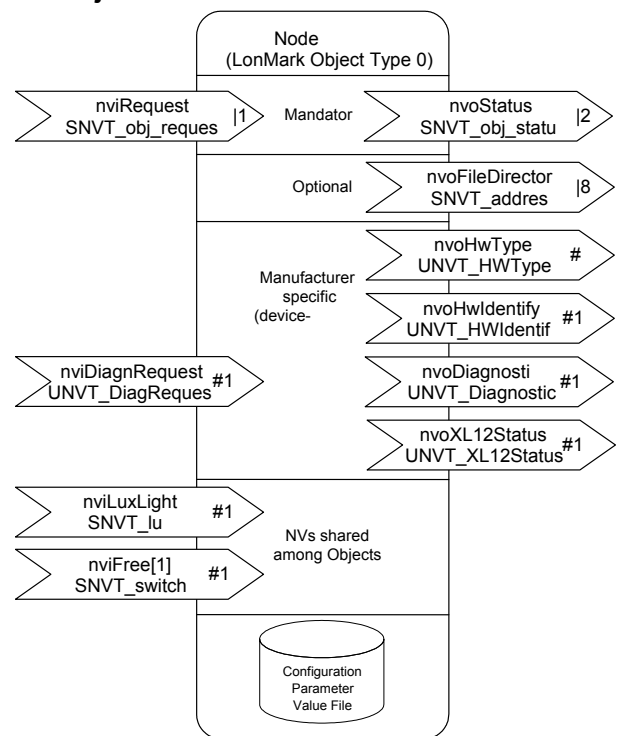

Abb. 3 Node Objekt
- 1 Node Objekt (siehe Abb. 3)